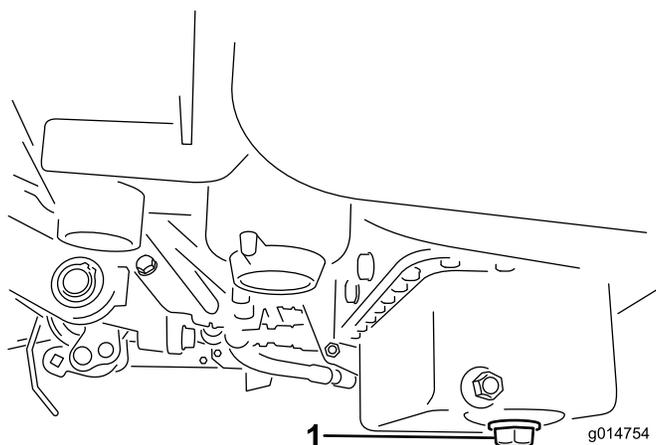

図 47
- ドレン・プラグを外してオイルを容器に受ける。オイルが抜けたらドレン・プラグを取り付ける（図 47）。